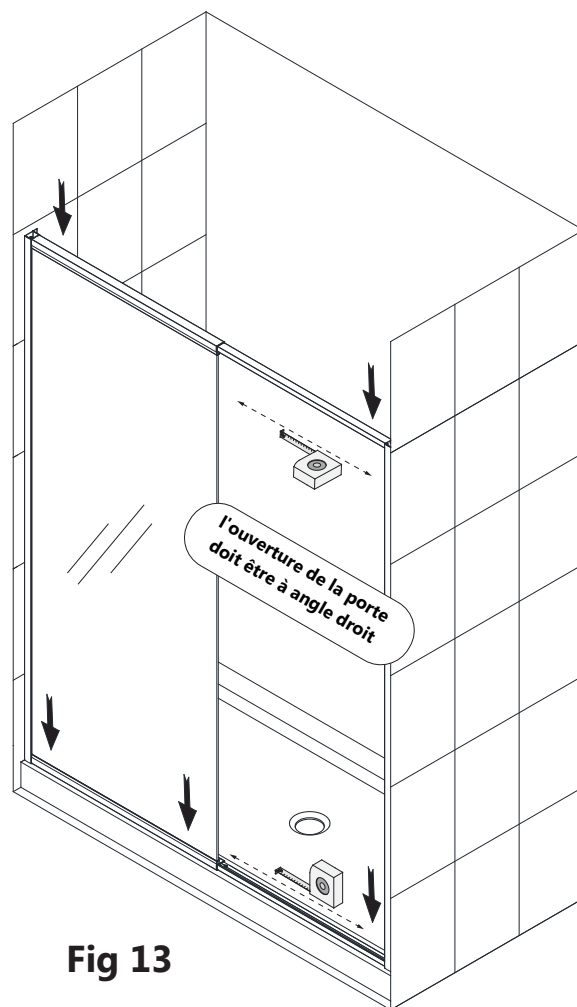

Fig 13
13. Assurez-vous que l'ouverture de la porte est d'équerre, ajustez au besoin, et assurez-vous que le montage est bien vissé jusqu'au seuil. **Fig. 13**